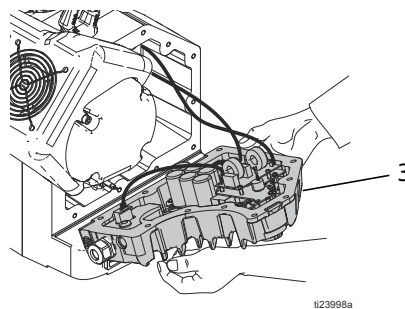

Рис. 18: Демонтаж крышки электронного блока
4. Аккуратно снимите крышку (3) электронного блока. См. Рис. 18, стр 16.